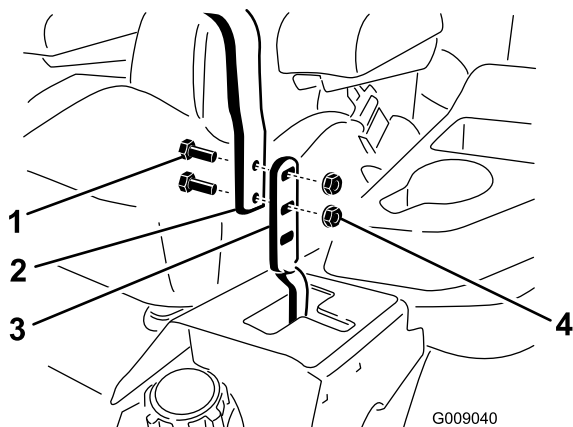

Figura 60
3. Afloje los pernos y las tuercas con arandela prensada que sujetan las palancas (Figura 60).